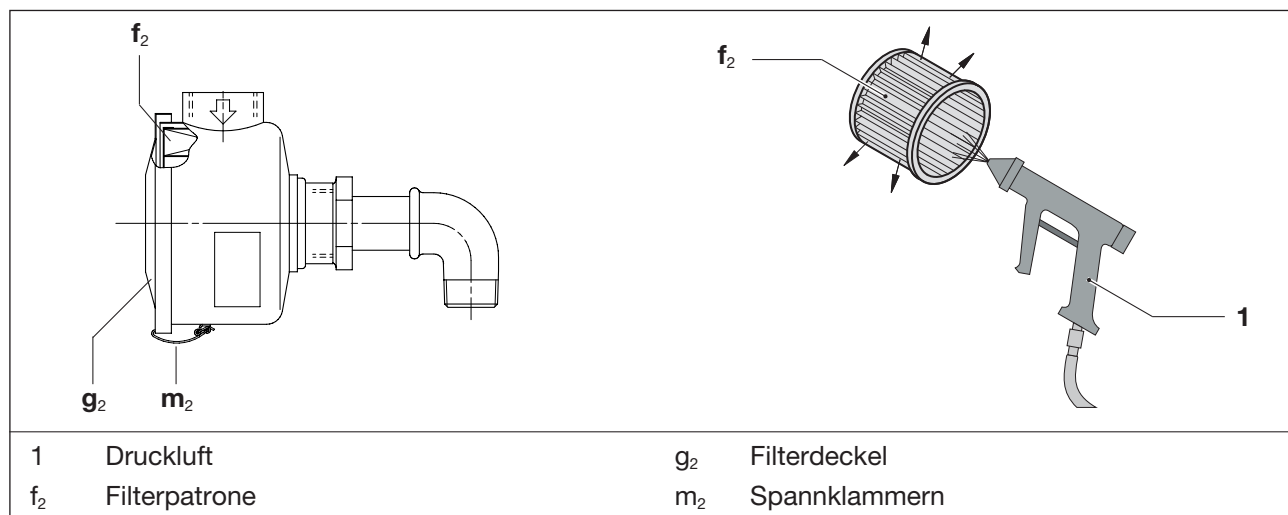

Abb. 8 Ansaugfilter
- Spannklammern (Abb. 8/m₂) am Filterdeckel (Abb. 8/g₂) lösen.
- Die Filterpatrone (Abb. 8/f₂) aus dem Filter entnehmen und reinigen bzw. austauschen.
- Filterpatrone wieder in den Filter einsetzen und Filterdeckel (Abb. 8/g₂) mit den Spannklammern (Abb. 8/m₂) befestigen.